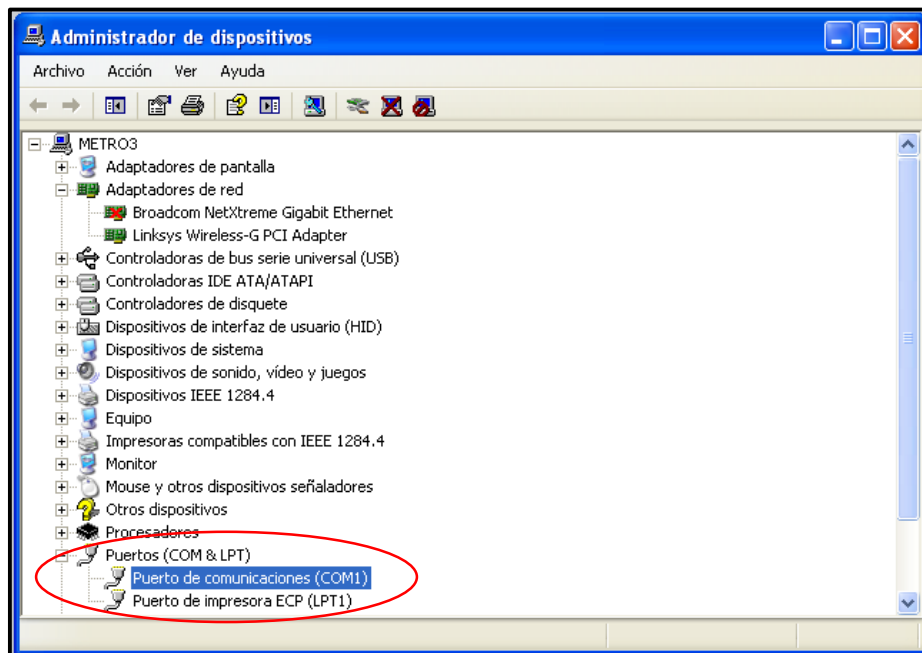

Figura 38. Puertos COM instalados en la PC.
1. Arme el circuito que se muestra en la *figura 38* en su protoboard.